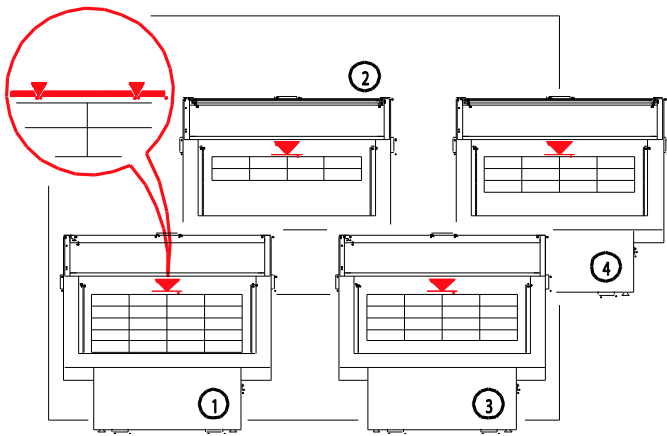

FIG. 11
- Utilizzare le apposite griglie regolabili in altezza (dove presenti) per mantenere sempre il miglior rapporto fra spazio refrigerato e prodotto esposto (FIG. 11).